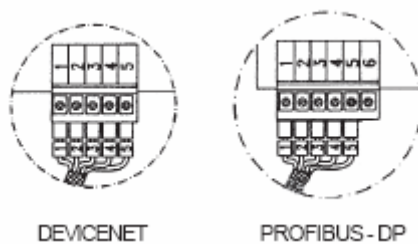

图8.38- Fieldbus 板的连接
6. 把 Fieldbus 接头的其它电缆端头与电子 Fieldbus 板连接,如图 8.38 所示。